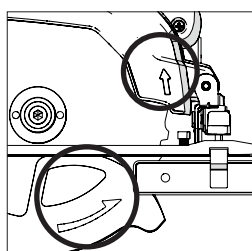

Fig. 6
- Se till att riktningen på roteringspilarna som är tryckta på bladet matchar riktningen på roteringspilarna som finns på maskinens övre och nedre bladskydd. (Fig. 6)